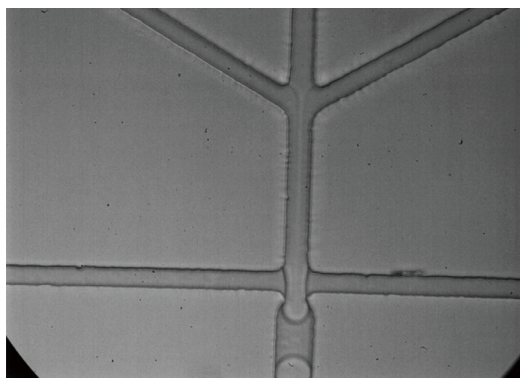

图 12: 裂解液滴生成示意图
- e. 调整注射泵流速, 注射泵 2 流速调整为 60 $\mu\text{L/h}$, 注射泵 3 流速调整为 600 $\mu\text{L/h}$, 注射泵 4 流速调整为 240 $\mu\text{L/h}$, 启动注射泵, 待注射泵液体缓缓流出, 形成液滴 (图 12)。